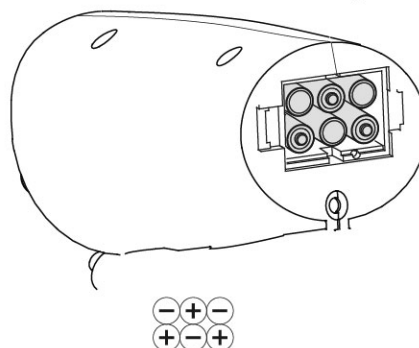

Fig.6
2. Læg seks stk. AA batterier i batterirummet i overensstemmelse med de angivelser for polaritet, der findes i batterirummet (Fig. 6).